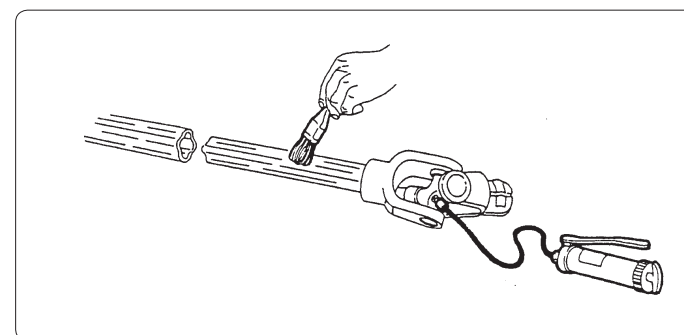

fig. 7.5.1
7.5 - Reinigen und Abschmieren der Gelenkwelle (Abb. 7.5.1)